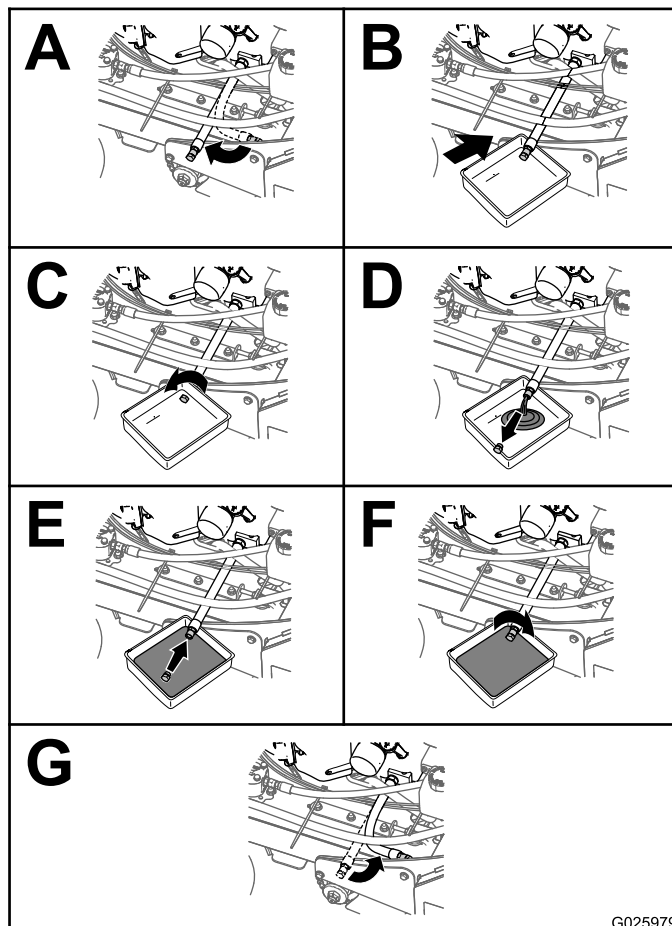

Figure 33
3. Vidangez l'huile moteur, comme montré à la Figure 33.